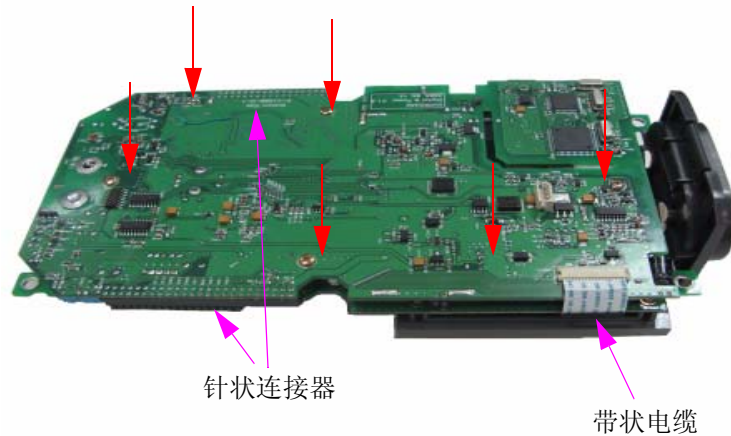

图 8-13 拧下 6 个螺丝，然后从 PCBA 板拉出带状电缆
2 PCBA 板的前视图显示在图 8-10 中。翻转 PCB 部件板，使 LCD 显示屏面朝下，然后拧下图 8-13 所示位置处的螺丝。
- 4 拔下 PCBA 板两侧的针状连接器，如图 8-13 所示。